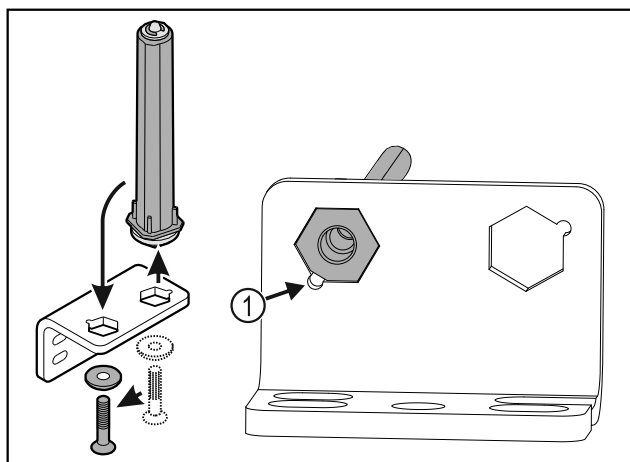

Fig. 38
- Dbejte, aby při vsazování ukazovalo zešikmení čepu Fig. 38 (1) ke kulatému otvoru.